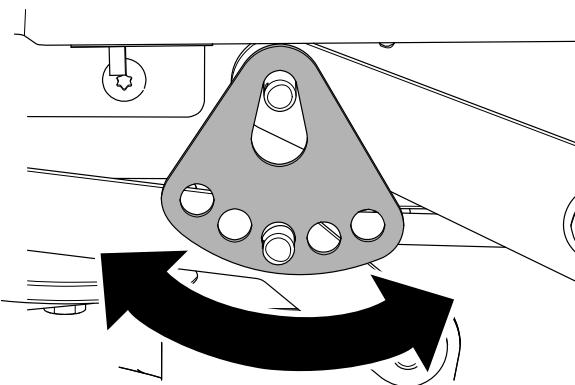

**Figure 68**
6. Retirez la goupille fendue et la rondelle de l'axe inférieur du bras de levage (Figure 68).